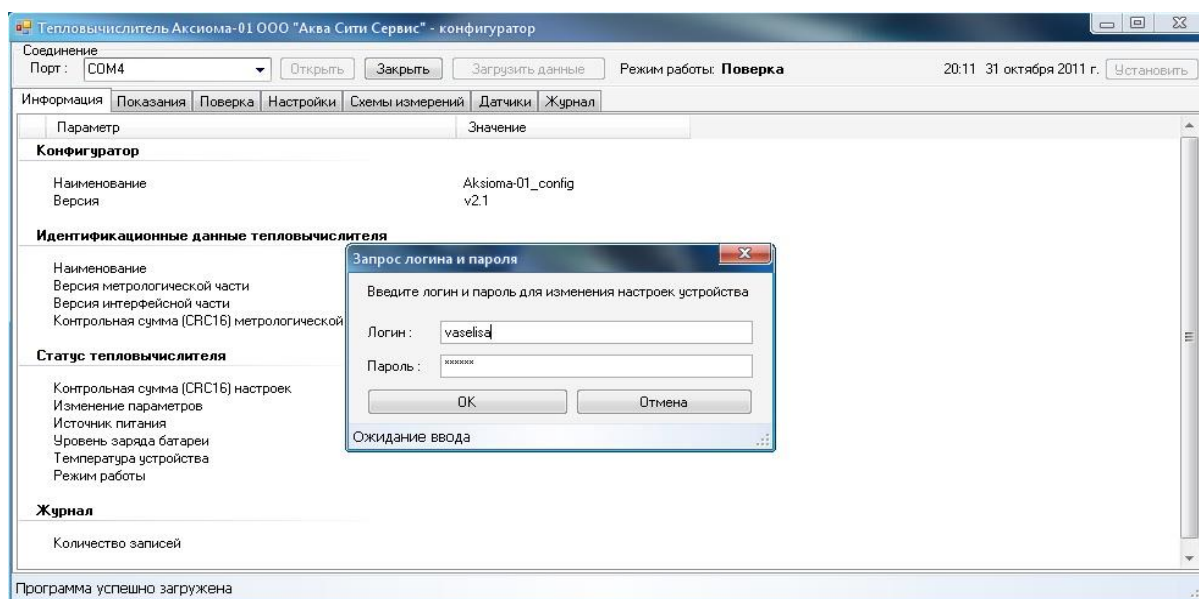

Рисунок 8.4 – Ввод логина и пароля
- нажимают кнопку «Открыть». В появившемся окне вводят логин и пароль (рисунок 8.4);